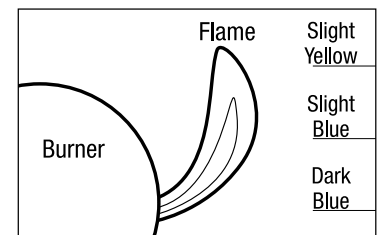

FIG. 4
9. Después de encenderlo, observe la llama del quemador. Asegúrese de que todos los orificios del quemador están encendidos y de que la altura de la llama coincida con la ilustración (Fig. 4).